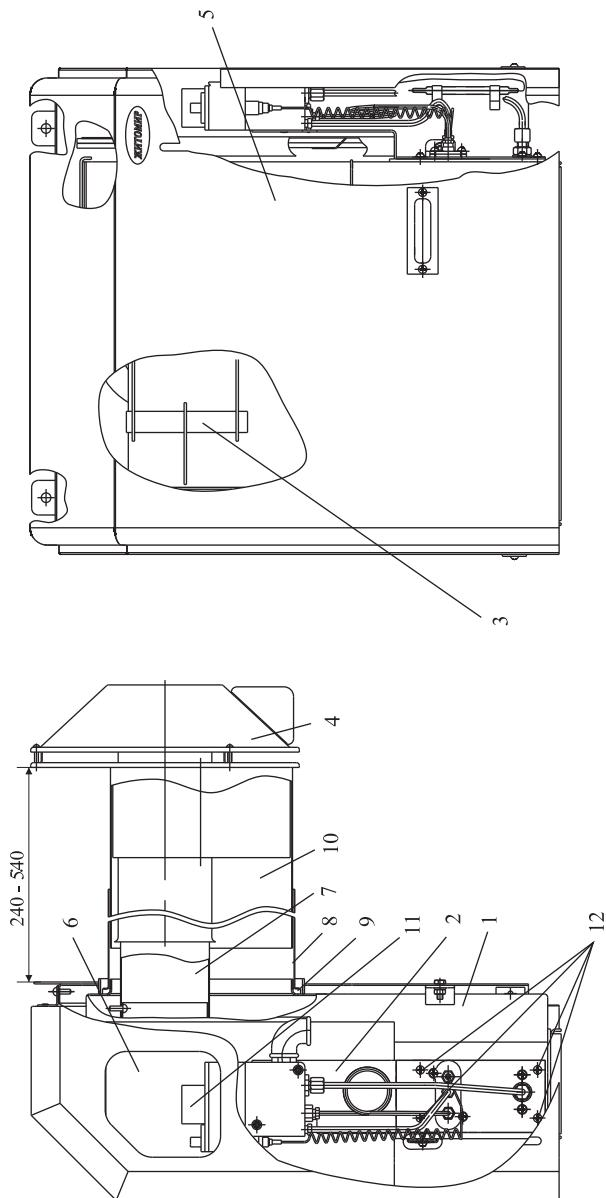

Рис. 1. Устройство конвектора
5.1. Конвектор (рис.1) состоит из таких основных частей: корпуса с герметичной камерой сгорания, дымовоздушного блока, газогорелочного устройства, крышки, закрывающей верхний проем, облицовочного кожуха. Для обеспечения герметичности камеры сгорания конвектора между корпусом и дымовоздушным блоком, газогорелочным устройством, крышками установлены прокладки из базальтового картона.
6.3. Установка конвектора должна выполняться в соответствии с требованиями норм и стандартов, действующих в стране Покупателя, а также в соответствии с таблицей 3, в такой последовательности: (см. рис. 1,2)